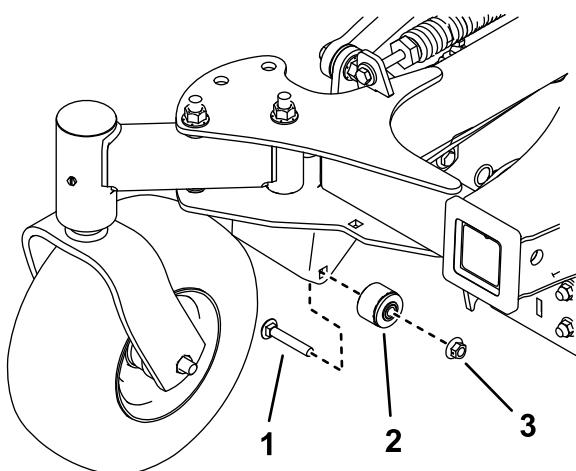

Figura 26
9. Retire ambos casquillos (Figura 26).